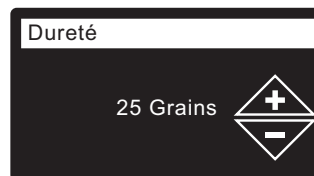

FIG. 25
21. **DURETÉ** Appuyez sur le bouton HAUT (▲) ou BAS (▼) pour définir la dureté de l'eau (cf. Figure 25).